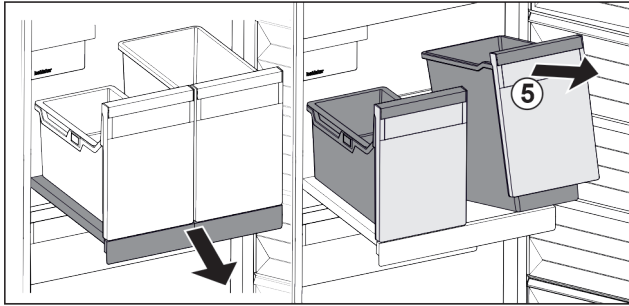

Fig. 123
- ▶ Behälter Fig. 123 (5) vorne anheben.